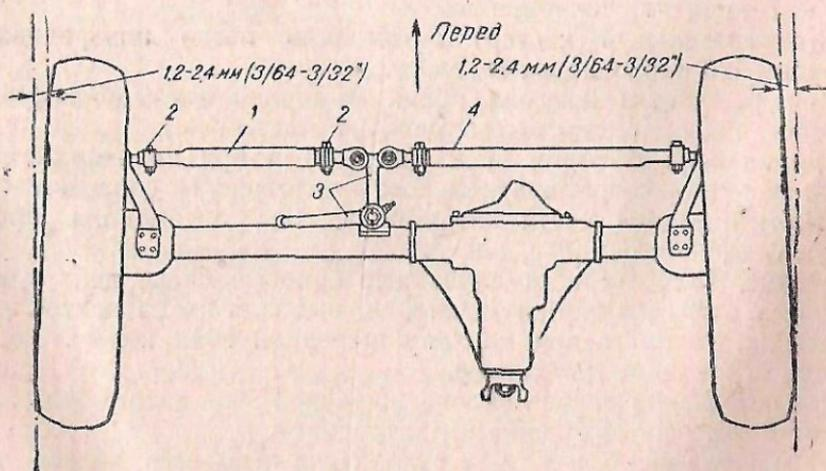

Рис. 70. Схождение (сход) передних колес:
- схождение колес (рис. 70) — 1,2—2,4 мм.
Схождение передних колес (сход колес) (рис. 70) нейтрализует вредное действие развала колес.
Регулировка схождения передних колес. Схождение передних колес регулируется отдельно для каждого колеса (рис. 70).